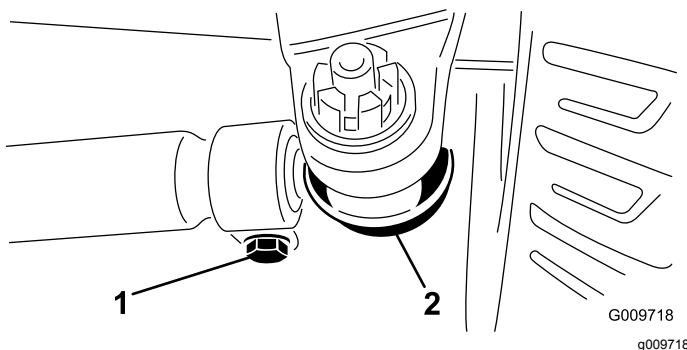

Рисунок 48
2. Для регулировки снимите шплинт и гайку с шаровой опоры тяги (Рисунок 48). Извлеките шаровую опору тяги из кронштейна на корпусе моста.
3. Ослабьте зажимы на обоих концах поперечных тяг (Рисунок 48).